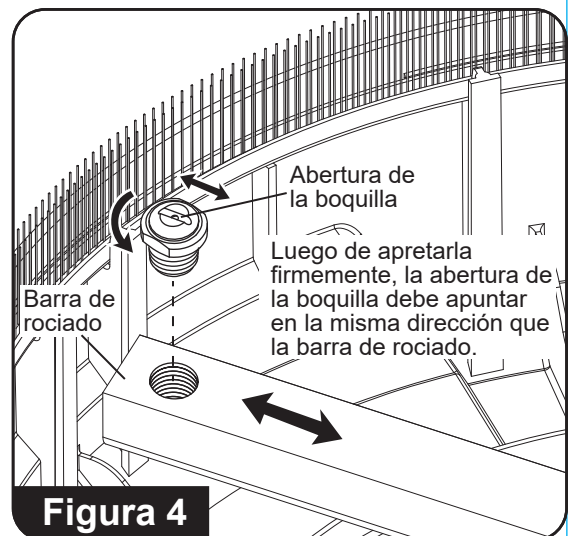

Figura 4
7. Vuelva a instalar la boquilla de la barra de rociado. Apriete firmemente. Alinee la abertura de la boquilla, como se muestra en la figura 4.